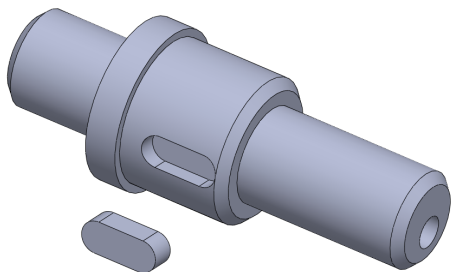

图 10-26 插入零部件对象
(2) 单击【插入零部件】按钮，在绘图区合适位置处，插入相应的零部件对象，如图 10-26 所示。